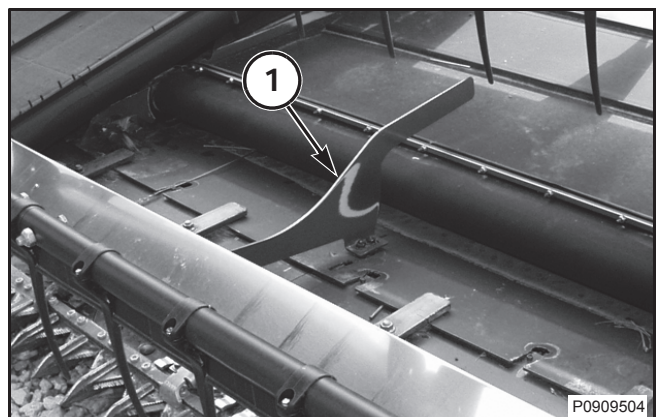

FIG. 44
FIG. 44: Instale el deflector de cosecha (1) para cosecha de granos pequeños. Para cosechas de otras plantaciones remueva el deflector de cosecha central. El desempeño de la plataforma quedará reducido si la cosecha de soja es realizada con el deflector de cosecha instalado.